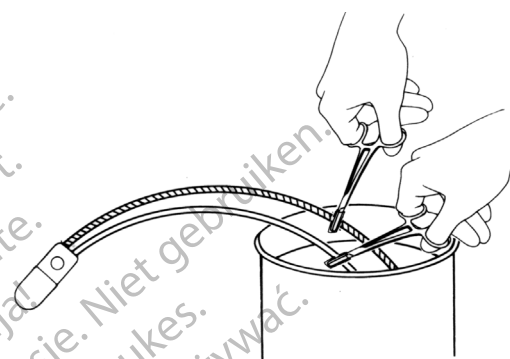

Figura 4-2b. Fechar a tubagem com as pontas em solução de enchimento
4. Enquanto mantém a tubagem submersa, use pinças hemostáticas com cobertura em tubo para fechar (um entalhe apenas) cada tubo a 4 cm ou 5 cm da extremidade. (**Figura 4-2b**)